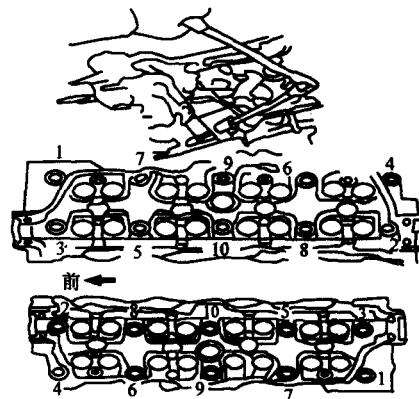

图 1-4 气缸盖螺栓的拆装顺序
- 4) 拆下气缸盖，其拆卸螺栓的顺序应从两端向中间分次、交叉拧松，如图 1-4 所示。